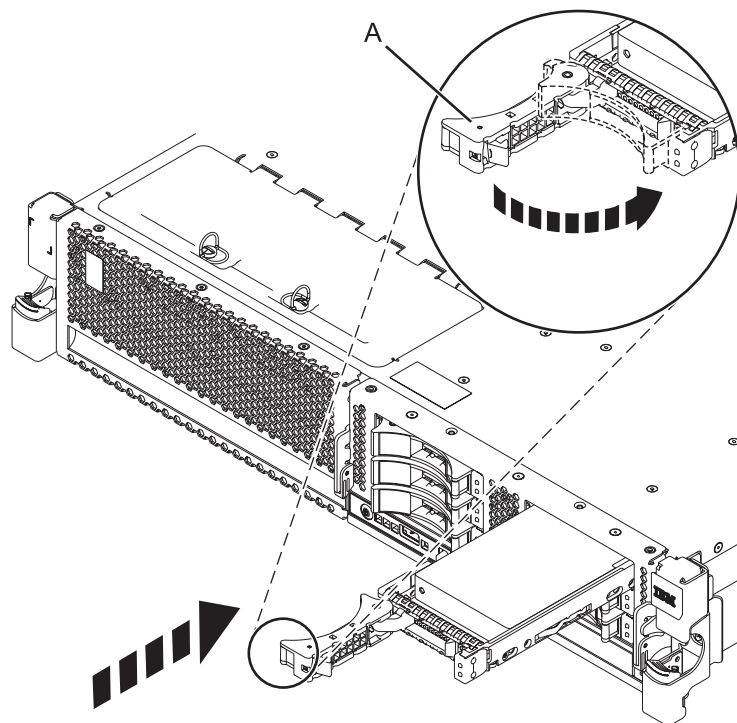

Figura 1. Instal·lació de la unitat de disc al sistema
6. Quan el LED d'identificació es torni sòlid, moveu la unitat fins al fons del sistema o de la unitat d'expansió i empenyeu la nansa de la unitat (A) fins que quedi encaixada. Consulteu Figura 1.